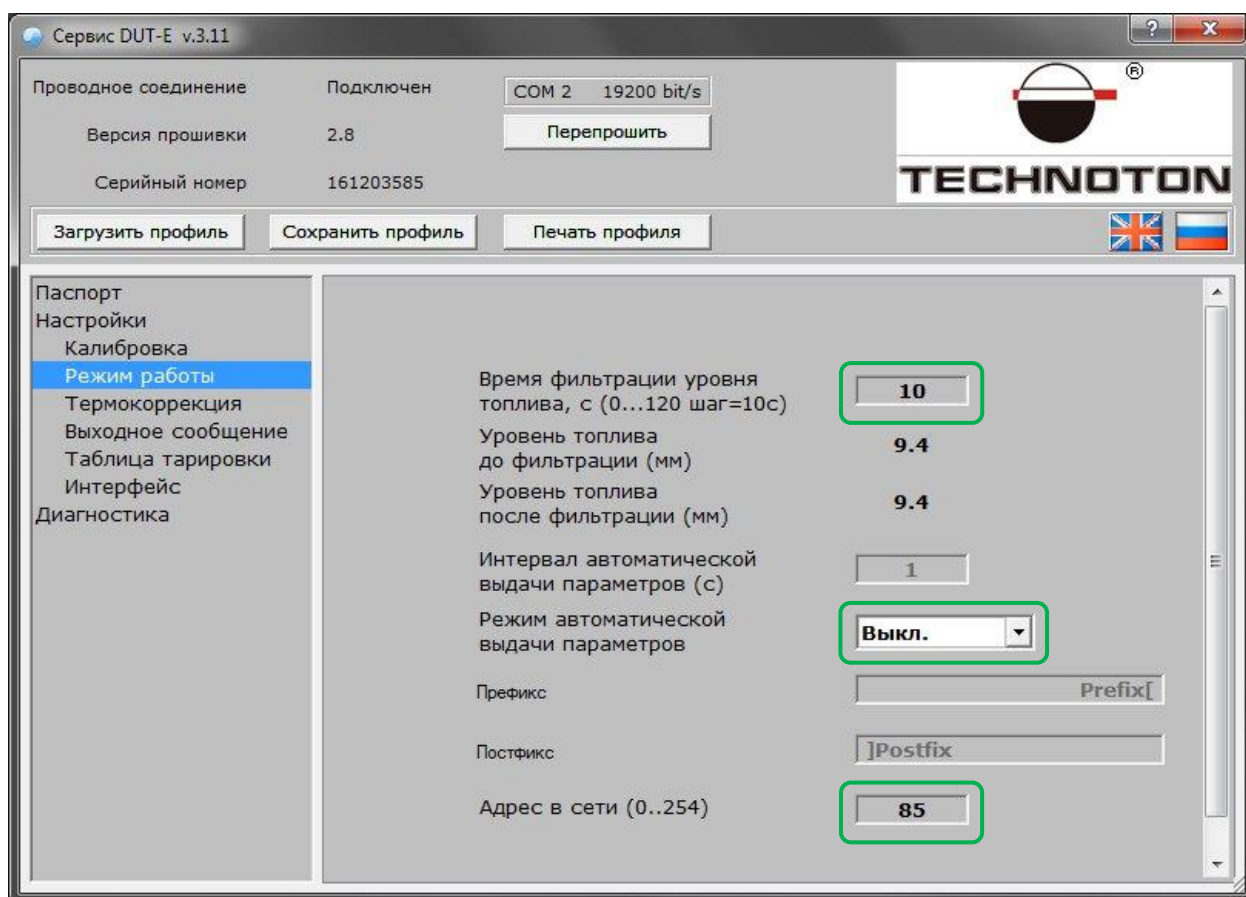

Рисунок 4
3.1.2. Установить режим автоматической выдачи параметров Выкл, время фильтрации 10 с и уникальный сетевой адрес для каждого датчика системы мониторинга (Рис. 4):